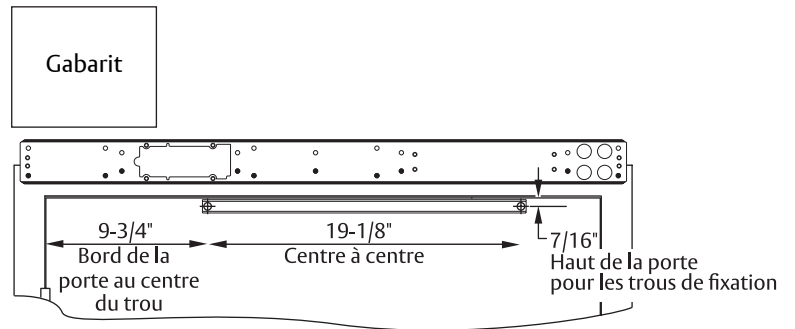

Figure 4
1. Mesurer et marquer les trous de fixation du rail à l'aide du gabarit. (Figure 4)